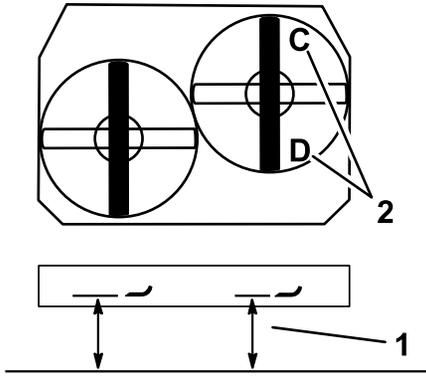

Figure 80
1. Tournez la lame droite dans le sens longitudinal (Figure 80).
2. Mesurez et notez la distance au point C entre la surface plane et le tranchant de la pointe de la lame droite (Figure 80).
3. Mesurez et notez la distance au point D entre la surface plane et le tranchant de la pointe de la lame droite (Figure 80).
**Remarque:** La lame doit être plus basse de 6 à 10 mm au point C qu'au point D (Figure 80). Si ce n'est pas le cas, passez aux opérations suivantes.
2. Tournez la lame droite dans le sens longitudinal (Figure 80).